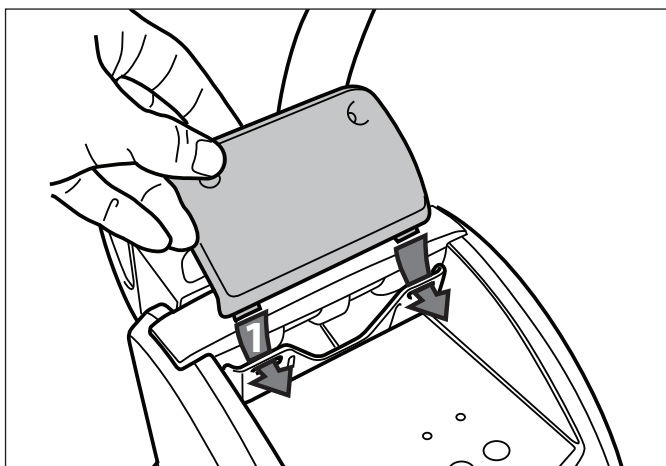

Figure 10. Positionner les pinces des plaques de verrouillage
2. Faire glisser les pinces de la plaque de verrouillage dans le crochet de commande et aligner avec les trous de vis. Se référer à la Figure 10.